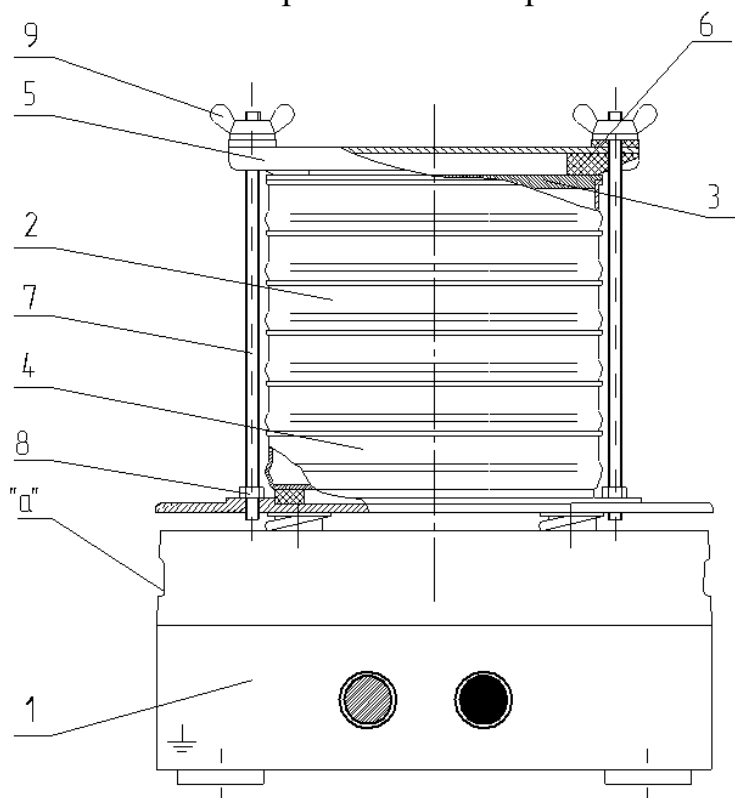

Рис. 1 Анализатор ситовой вибрационный
Устройство анализатора показано на рис. 1.
5.2. ЗАПРЕЩАЕТСЯ перемещать анализатор, удерживая за плиту вибропривода или другие, не предназначенные для этого элементы конструкции. Для перемещения анализатора использовать только отверстия "а" в корпусе вибропривода (рис. 1).